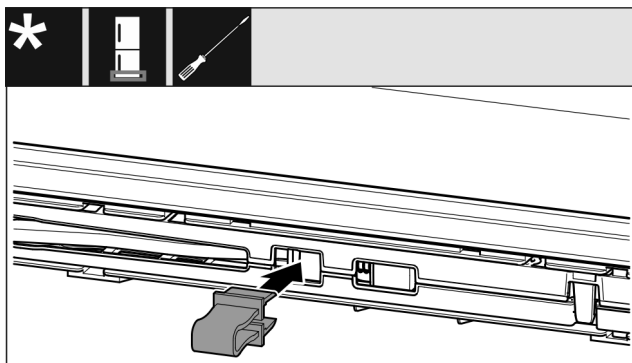

Fig. 15
- Klik sikringen ind i åbningen. (se Fig. 15)